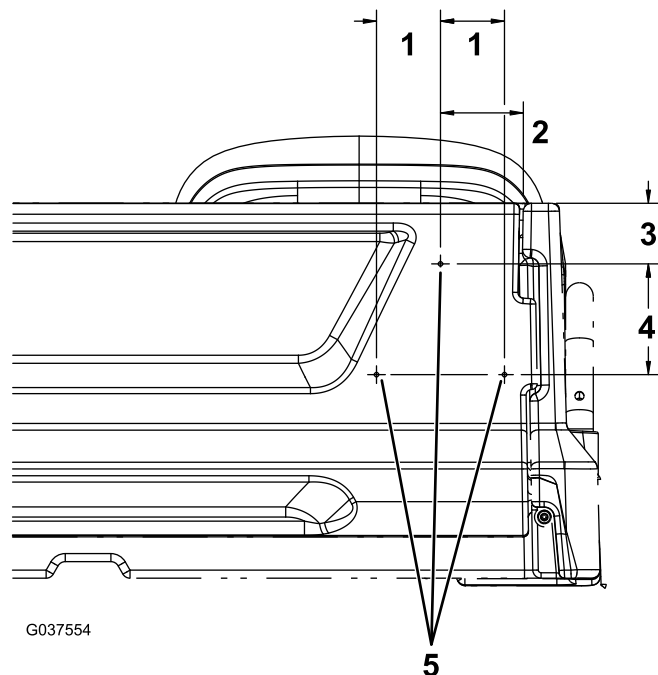

Figura 13
1. No lado direito da porta traseira, meça 95 a partir da extremidade direita e 70 mm da parte superior da porta traseira e marque o local (Figura 13).
2. Meça 128 mm para baixo do furo marcado no passo 1 e 74 mm para a direita e esquerda e marque estes dois locais (Figura 13).
3. Faça um furo de 5 mm em cada local dos três marcados (Figura 13).